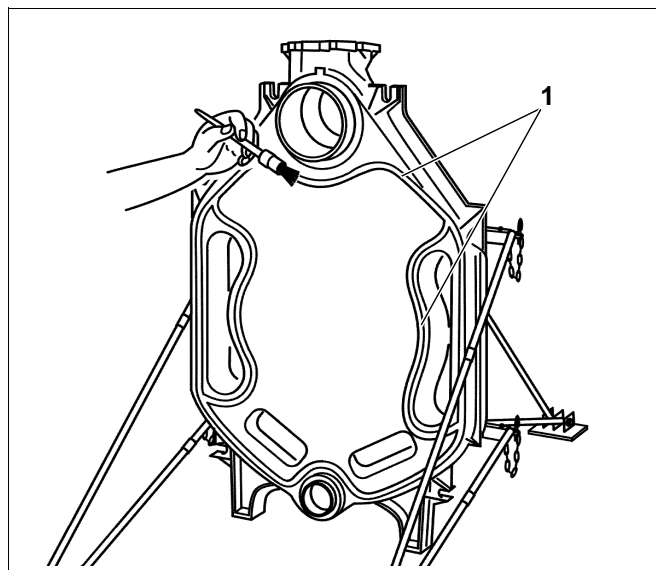

Fig. 12 Pennellare il collante nelle scanalature di tenuta
Per l'incollaggio del cordone ermetizzante (cordone KM) le scanalature (fig. 12, **pos. 1**) devono essere pulite ed asciutte.